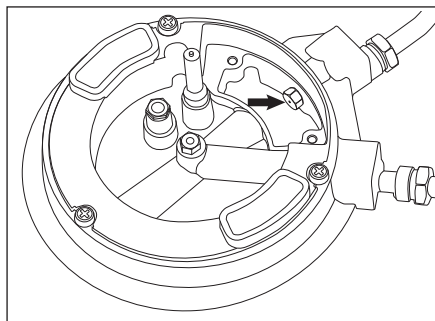

Fig. 5
- Déposer l'injecteur B, voir figure 5.